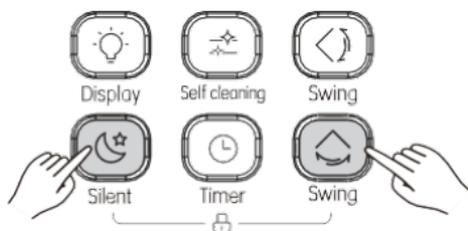

Abbildung 3.19
1) Drücken Sie  und  gleichzeitig, um die Taste zu sperren (siehe Abbildung 3.19), auf dem Bildschirm erscheint das Sperrsymbol.